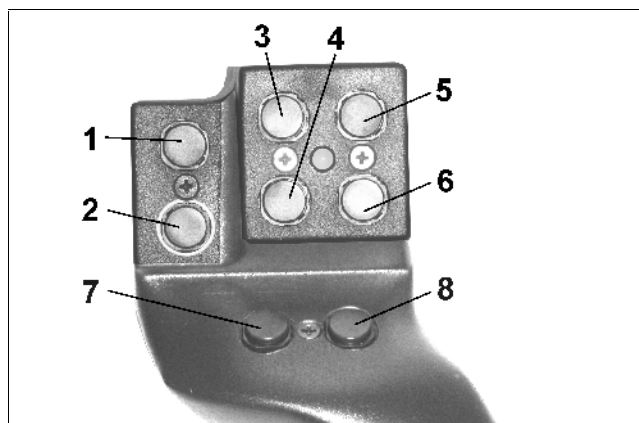
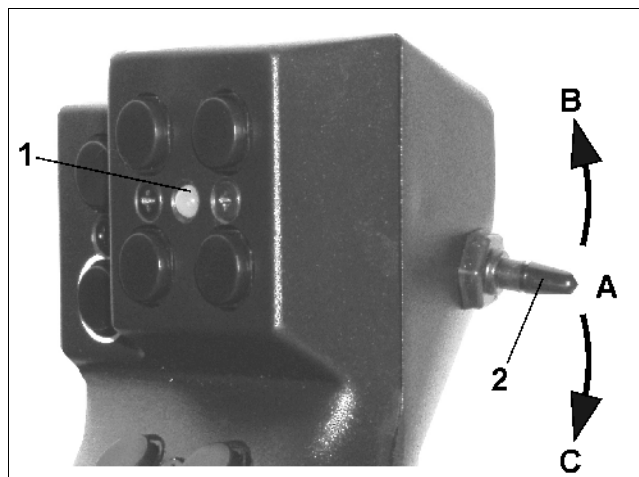

Fig. 69
Fig. 70
För manövrering av **AMATRON⁺** joystickshandtaget (Fig. 69) 8 knappar (1 - 8). Med omkopplaren (Fig. 70/2) kan knapparnas funktioner 3-dubblas.
-  mellanläge (Fig. 70/A) och kan flyttas
-  uppåt (Fig. 70/B) eller
-  neråt (Fig. 70/C).
Omkopplarens läge indikeras med en lysdiod (Fig. 70/1).